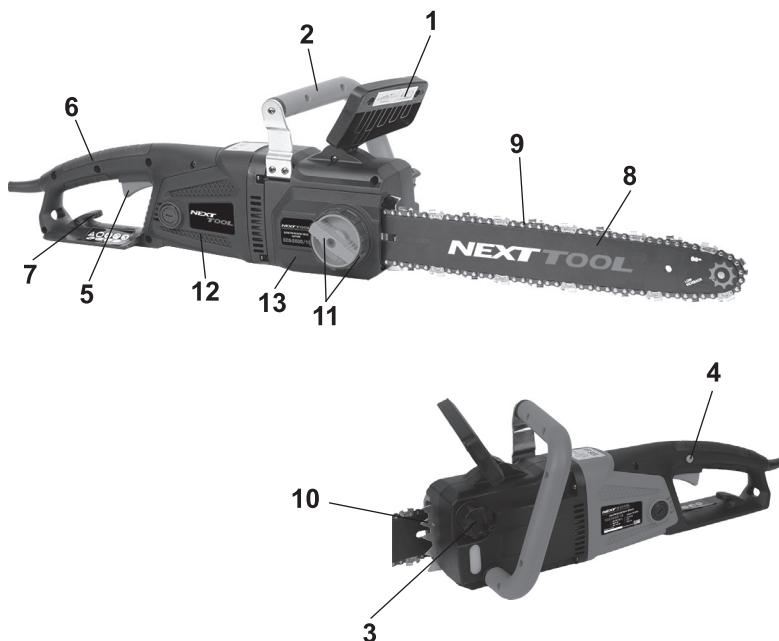

рис. 1
2.4 Общий вид пилы представлен на рис.1